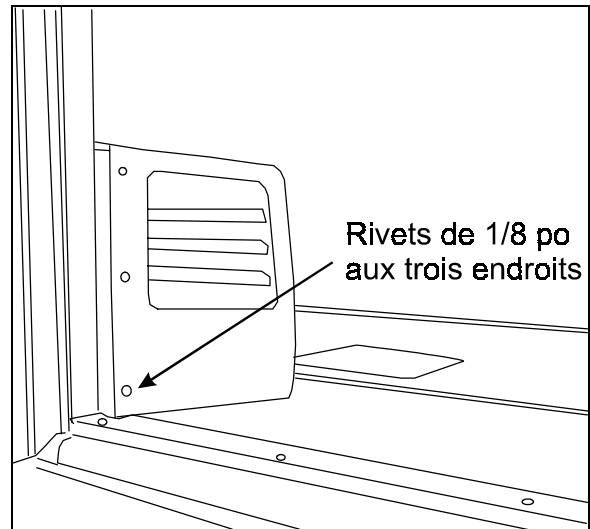

FIGURE 17
8. Installer le support en aluminium arrière et le bout de conduit en plastique (voir la figure 17).